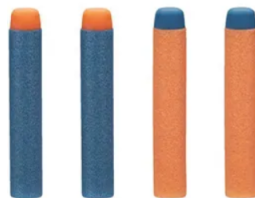

Figura 2: Projéteis NERF
O projeto "ED-209 Kid" é uma arma de disparo de dardos Nerf (figura 2) controlada via conexão sem fio, que é operado através de um programa instalado num PC. A arma utiliza dois servomotores (2) para controlar os movimentos de inclinação e rotação, sendo ambos gerenciados por um Raspberry Pi(1). Um alvo de dimensões conhecidas e fixo (6), que esteja dentro do campo de visão da câmera (3), é identificado e os parâmetros de direção da arma são calculados. Um comando é enviado para os dardos que são lançados por rolos impulsionados por dois pequenos motores DC (5), enquanto um servo empurra os dardos reservas para o cano de disparo(4). O carregador tem capacidade para armazenar até sete dardos. Ele tem como referência o projeto do Instructables[1].